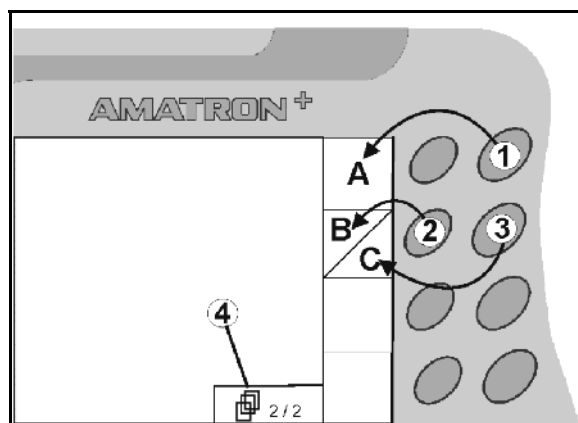

Fig. 10
- Hvis der vises kvadrattfelter på displayet, er kun den højre tast (Fig. 10/1) tildelt funktionsfeltet (Fig. 10/A).
- o er den venstre tast (Fig. 10/2) tildelt funktionsfeltet foroven til venstre (Fig. 10/B).
- o er den højre tast (Fig. 10/3) tildelt funktionsfeltet forneden til højre (Fig. 10/C).
<ul style="list-style-type: none"> • Bladring til yderligere menublade (kun muligt, hvis symbolet (Fig. 10/4) vises i displayet)